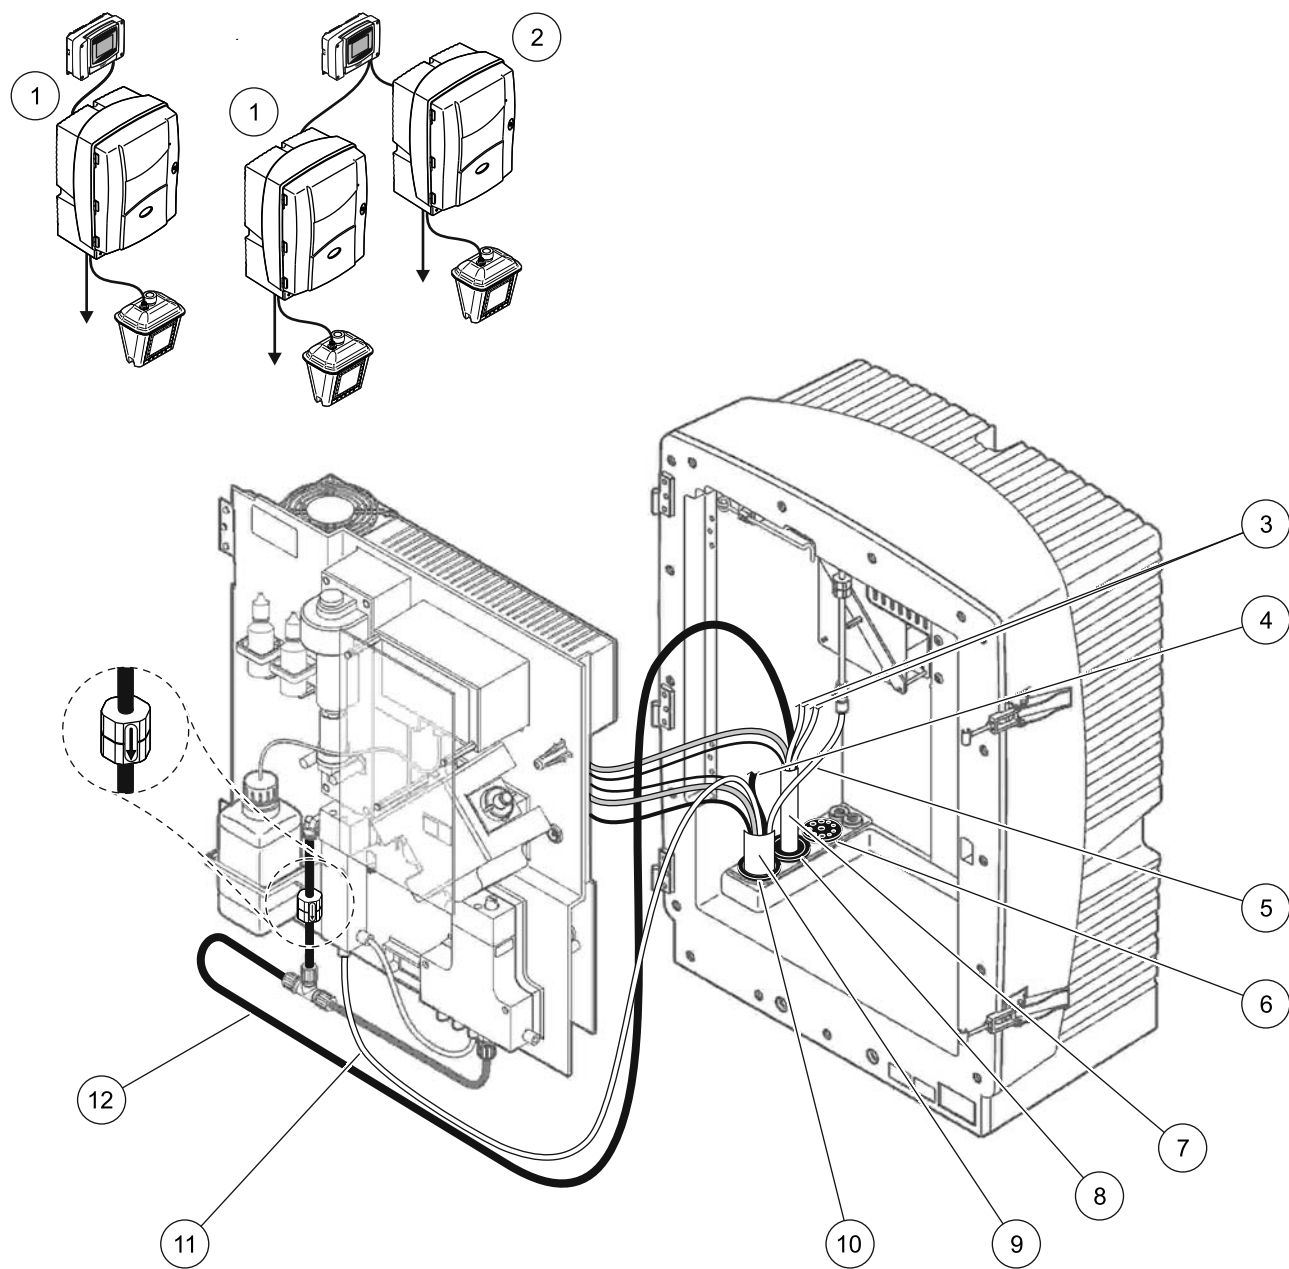

図 30 オプション 2 設定
85 ページの図 30 およびオプション 2 に関する以下の説明を参照してください：
2. フィルタ プローブ sc ホース (試料ライン、電線、ドレーン チューブ) を分析装置の開口部まで通します (アイテム 9、**85 ページの図 30**)。シール プラグ #2 を使って固定します。